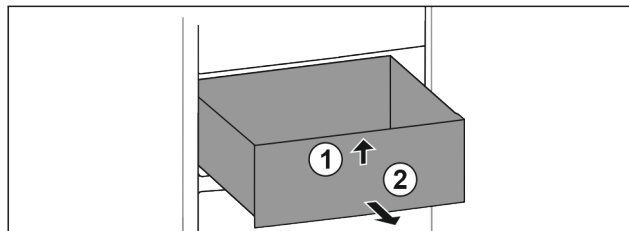

Fig. 91
- ▶ Predal spredaj dvignite. Fig. 91 (1)
- ▶ Predal vzemite ven v smeri naprej. Fig. 91 (2)